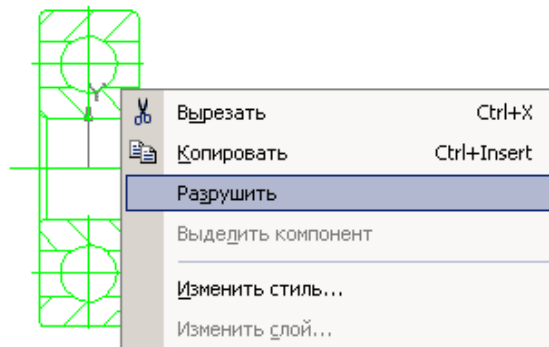

Рисунок 4.4 – Операція Зруйнувати
5. Виділіть зображення підшипника, клацнувши на ньому мишкою, як бачите, дане зображення виділяється цілком і сприймається програмою як єдине ціле – блок. Натисніть праву кнопку миші і виберіть команду **Зруйнувати** (рис. 4.4). У результаті, зображення перетвориться в сукупність окремих примітивів з можливістю редагування.